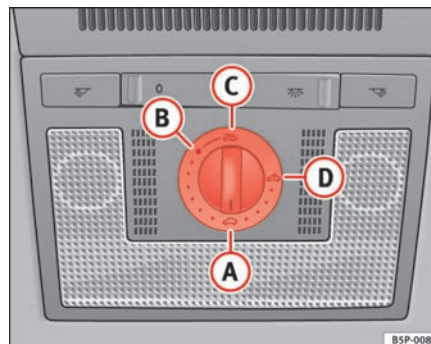

Fig. 70 Udsnit af loftet: Sådan lukkes skyde-/vippetaget.
- Drej knappen til position **A** ⇒ fig. 70 ⇒ .